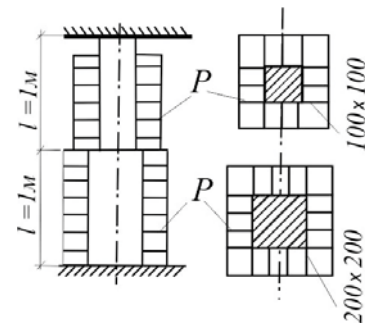

Рис. 2.29
**2.29.** Ступенчатый стальной брус по всей длине подвергается действию всестороннего давления интенсивностью  $p$ . Определить допускаемое давление из условия, чтобы нормальные напряжения в поперечном сечении бруса не превышали 80 МПа. Принять:  $E = 2 \times 10^5$  МПа,  $\nu = 0,25$  (рис.2.29).